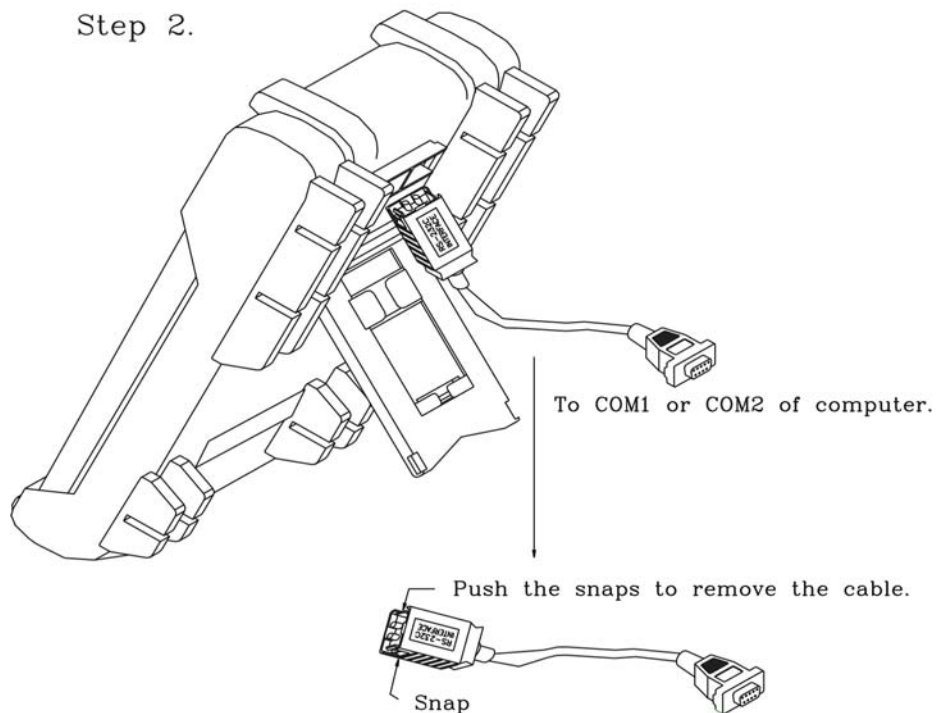

Abb. 5: Kabelverbindung und Kommunikationsaufbau
- Verbinden Sie den 9-poligen Stecker mit dem COM-Port 1 oder COM-Port2 an Ihrem PC (Abb. 5).